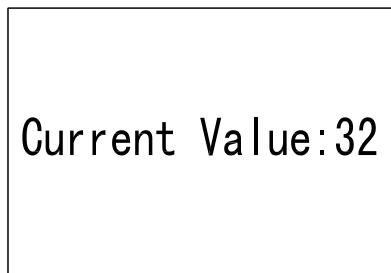

图 6 调整界面
② 选中第 3 项 (3. Contrast)，按 键进入图 6 调整界面。